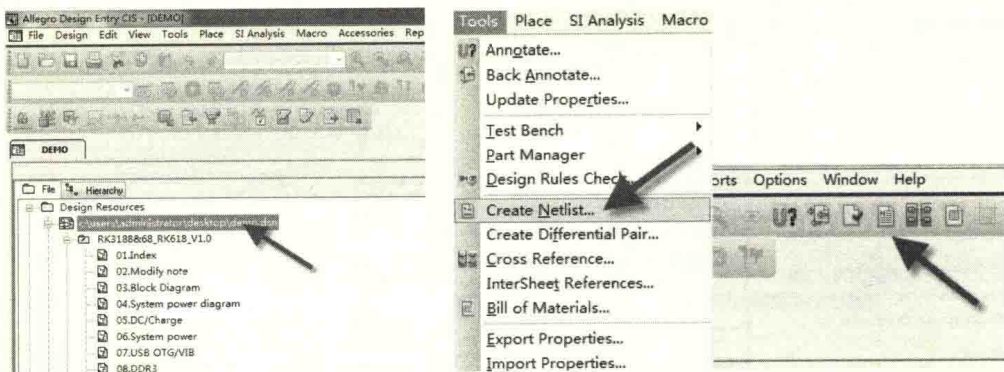
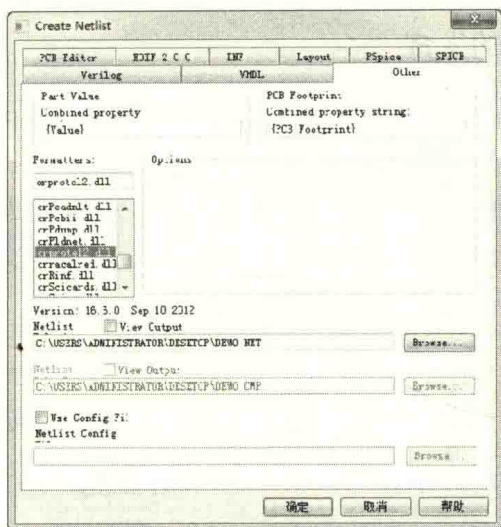

图 7-15 选中原理图并执行命令
图 7-16 网表输出设置
- (1) 用 Allegro Design Entry CIS 软件打开 OrCAD 版本的原理图，如图 7-15 中左图所示，一定要先选中主结构的原理图页。
- (2) 执行菜单命令“Tools>Create Netlist...”或者工具栏中的图标命令，准备对网表输出进行设置。
- (3) 执行完第 (2) 步操作后，会进入如图 7-16 所示的网表输出设置对话框。